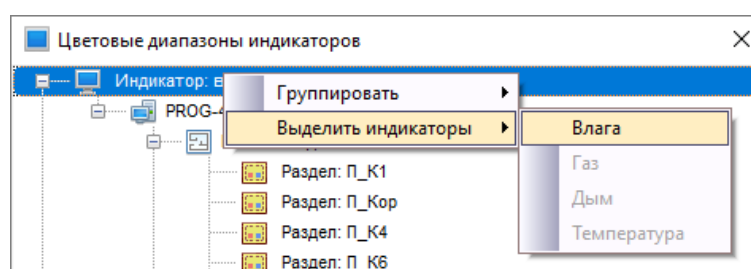

Рисунок 6-582 Контекстное меню "Выделить индикаторы"
- команду «Выделить индикаторы» (недоступно при вызове контекстного меню для зоны) – если необходимо выбрать все привязанные к выбранному узлу индикаторы определенного типа. При выборе команды «Выделить индикаторы» появится контекстное меню (см. Рисунок 6-582), в котором активным для выбора является тот тип индикатора, узел или дочерний узел которого выбран при вызове контекстного меню. Выберите этот тип индикатора, чтобы выделить в области индикаторов все входящие в выбранный узел зоны.